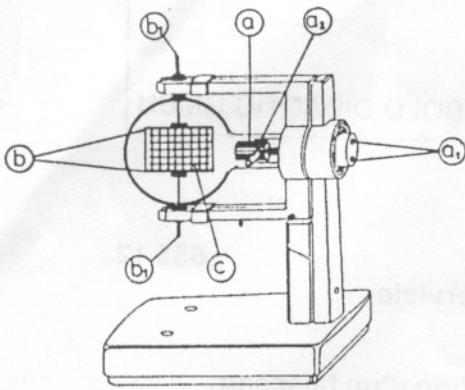

Fig. 1
- Couvrir les fiches (a₂) et (b₁) - cf. fig. 1 - par des douilles de raccordement (501 64) afin qu'elles soient protégées contre les contacts accidentels.
Eléments de fonctionnement (fig. 1):
Elementos (fig. 1):